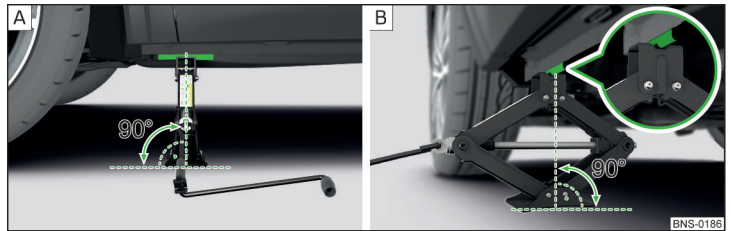

Abb. 348 Wagenheber ansetzen
- Die Grundplatte des Wagenhebers mit der gesamten Fläche auf einem geraden Untergrund stellen, sodass sich der Heber in senkrechter Position zum Aufnahmesteg befindet » Abb. 348 - A.
- Den Wagenheber mit der Kurbel so weit hoch drehen, bis die Klaue des Hebers den Steg umfasst » Abb. 348 - B.